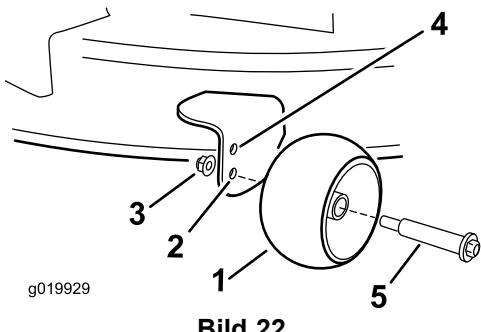

Bild 22
- Oberes Loch: Verwenden Sie diese Stellung mit dem Mähwerk in der Schnithöheneinstellung 63 mm oder niedriger (Bild 22).
- Unteres Loch: Verwenden Sie diese Stellung mit dem Mähwerk in der Schnithöheneinstellung 76 mm oder höher (Bild 22).